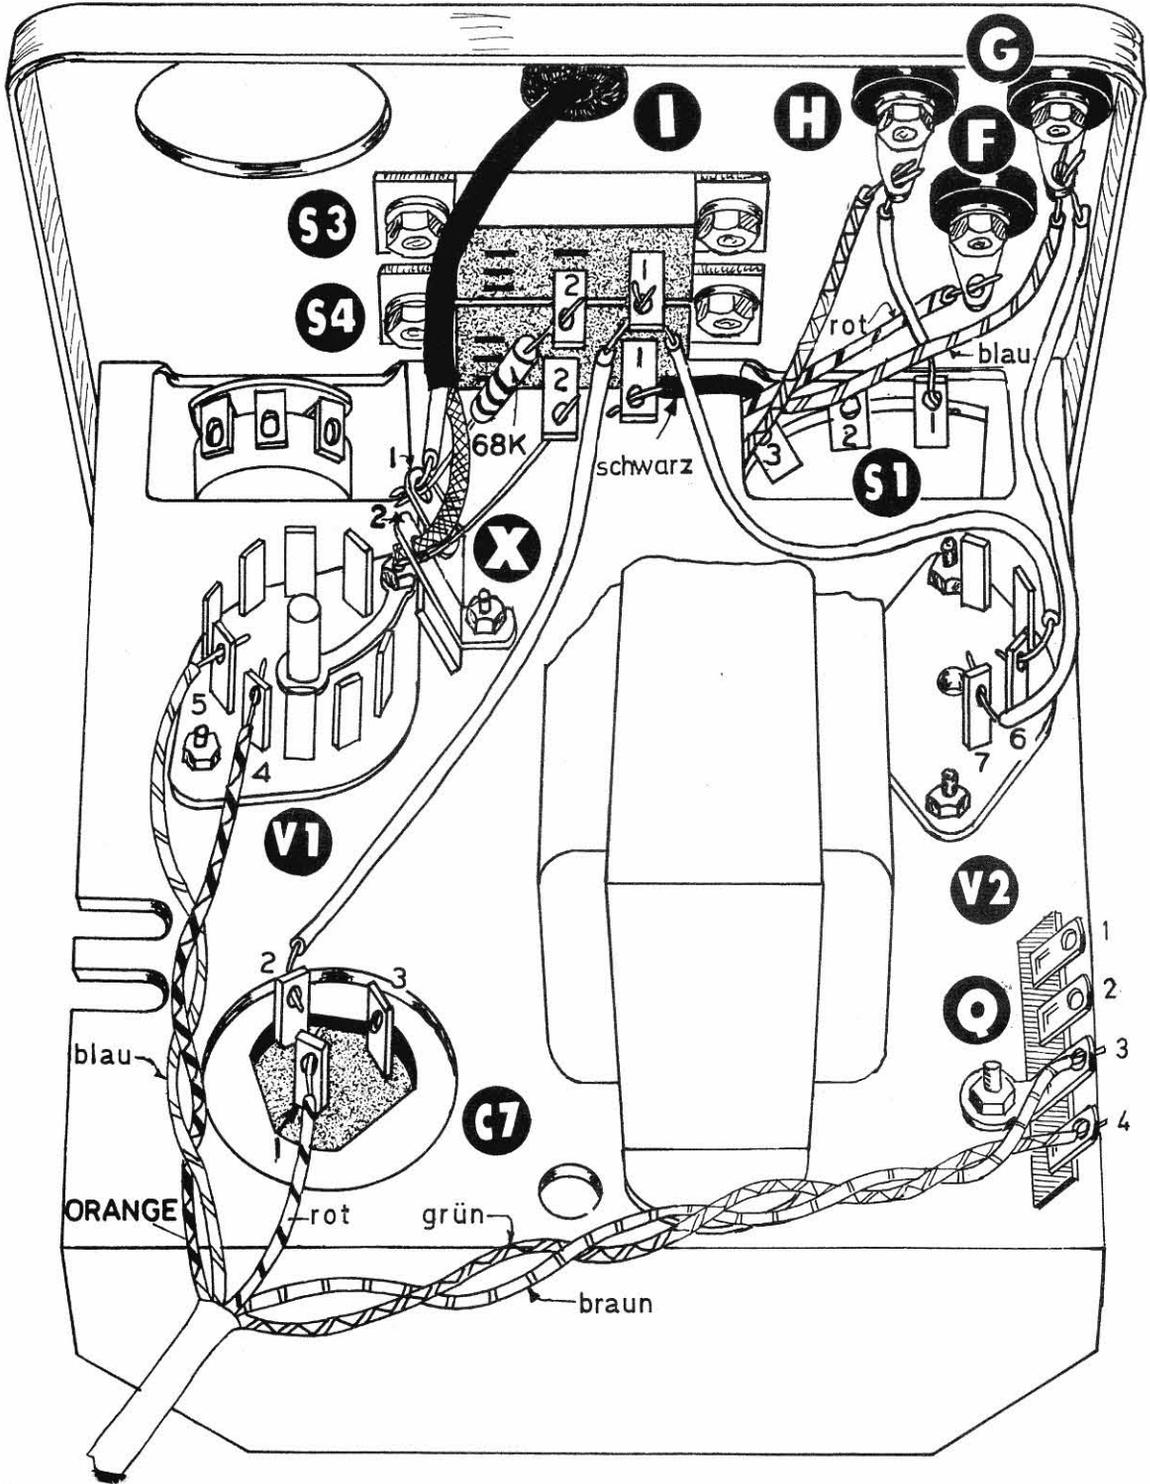

BILD 7
Die folgenden Schritte werden in Bild 7 erläutert.
- (✓) Ziehen Sie die vier restlichen Anschlussdrähte des Ausgangsübertragers durch den rechteckigen Ausschnitt vor Schalter S1 zur Chassis-Unterseite (siehe Bild 7).
- (✓) Verbinden Sie Lötfläche 2 (L-1) des Schiebeschalters S4 und Lötfläche 2 (NL) der Lötleiste X mit einem kurzen Stück blanken Schaltdraht.
- (✓) Legen Sie einen 68 k Ω -Widerstand (blau-grau-orange) zwischen Lötfläche 2 (L-1) des Schiebeschalters S3 und Lötfläche 1 (NL) der Lötleiste X.
- (✓) Verbinden Sie den bereits einseitig an Lötfläche 2 des Elkos C7 angeschlossenen Schaltdraht mit Lötfläche 1 (NL) des Schalters S3.
- (✓) Verbinden Sie den bereits einseitig an Lötfläche 1 des Schalters S1 angeschlossenen Schaltdraht mit der Lötfläche an Polklemme H (NL).
- (✓) Verdrillen Sie den grünen und den braunen Anschlussdraht miteinander. Verbinden Sie den grünen Draht mit Lötfläche 4 (L-3), den braunen mit Lötfläche 3 (L-3) der Lötleiste Q (siehe Bild 7).